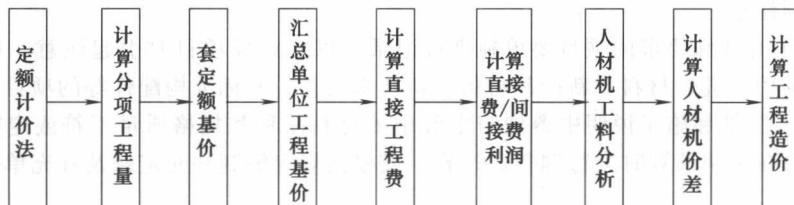

图 1-1 定额计价法编制步骤
(1) 定额计价法编制步骤 定额计价法编制步骤见图 1-1。